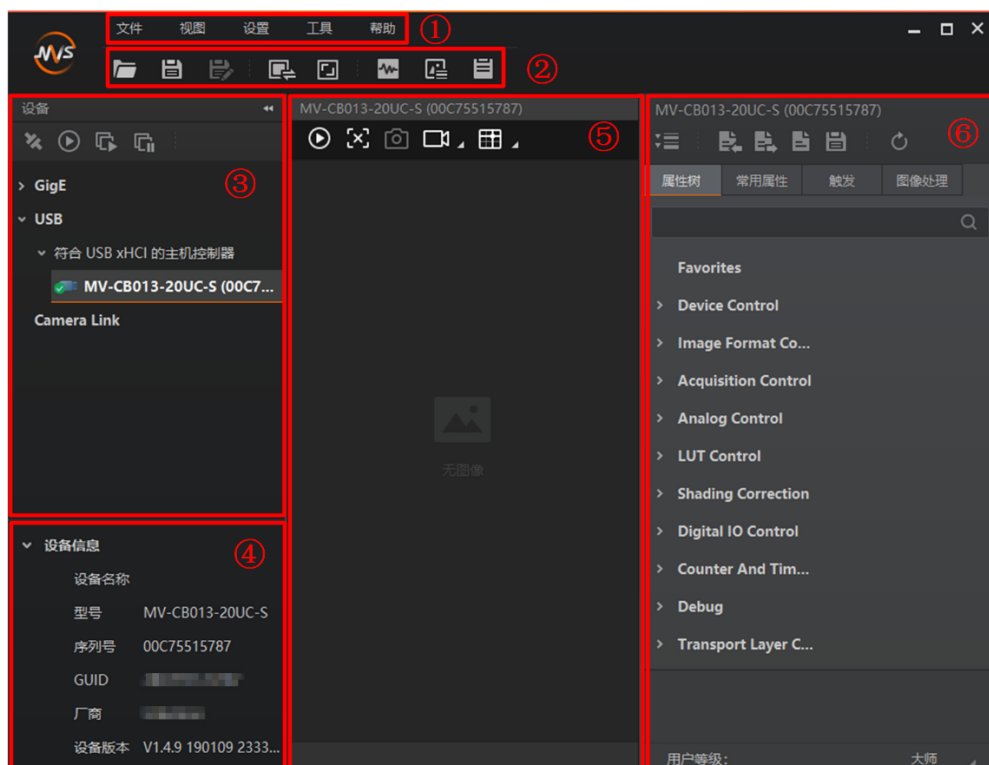

图2-6 客户端主界面
3. 枚举到设备后，双击连接设备，MVS 客户端主界面如图 2-6 所示。